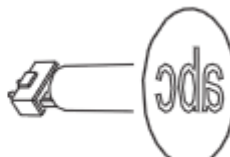
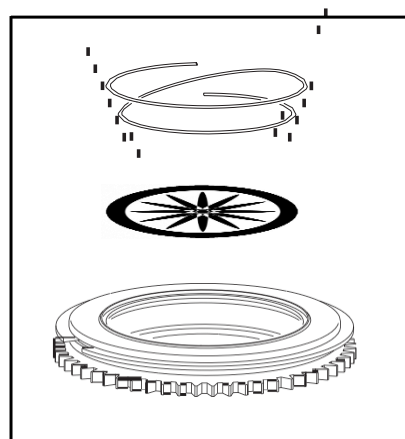

Рисунок 19. Надлежащая ориентация гобо
Рисунок 22: Держатель гобо
8. См. Рисунок 22. Малой отверткой или подобным инструментом, отодвинуть конец пружины гобо от гобо и вытянуть пружину. Дать гобо выскользнуть из держателя на чистую мягкую поверхность.
9. Вставить новый гобо в держатель так, чтобы сторона, смотрящая на лампу – сторона с большей отражающей способностью – была направлена вверх, к пружине (см. рисунок 22 и рисунок 19).